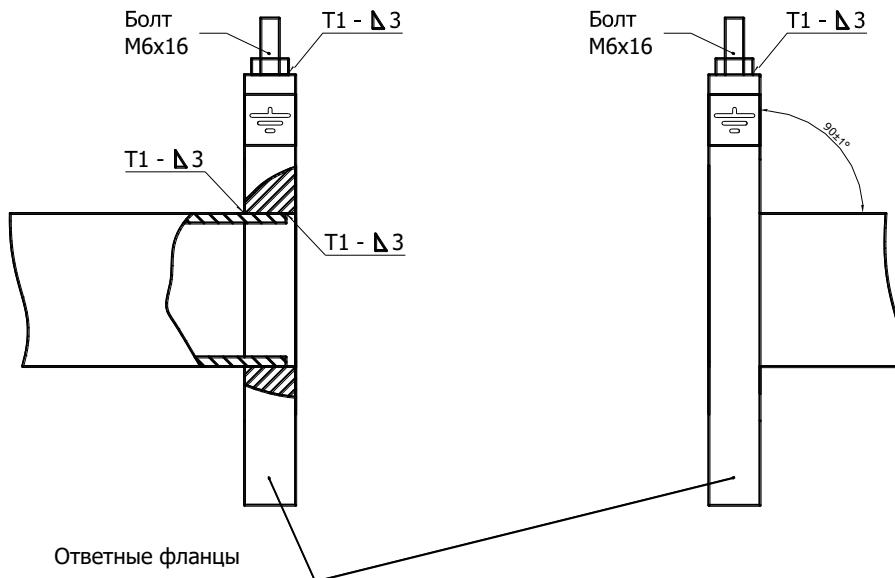

Рис. 8.5
8.3.5 К прямолинейным участкам трубопровода приварить фланцы в соответствии с ГОСТ 12820-80, при этом угол между осью трубопровода и плоскостью фланца должен быть $90 \pm 1^\circ$. Фланцы следует приваривать таким образом, чтобы после установки расходомера (ППР) ось электродов ППР лежала в горизонтальной плоскости (допустимое отклонение от линии горизонта $\pm 10^\circ$). При монтаже ответных фланцев необходимо приварить болт заземления к верхней части монтируемого фланца (см. рис. 8.5).
ВНИМАНИЕ! На датчики расхода, монтаж которых выполнен с нарушением требований ГОСТ 12820-80 (соединение труба-фланец), гарантийные обязательства не распространяются (см. Рис. 8.5а).
Рис.8.5а